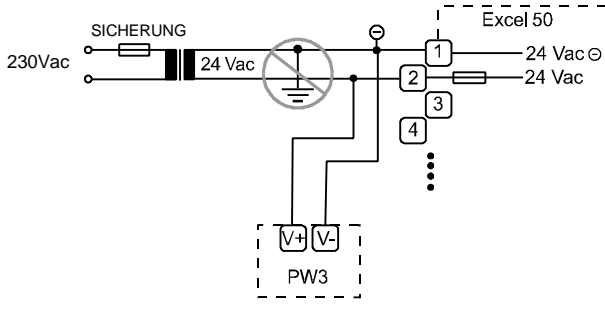

Abb. 58 Anschluss Spannungsversorgung Adapter PW3
4. Der Adapter PW3 benötigt eine 24VAC Versorgungsspannung. Hierzu kann ein gemeinsamer Transformator mit dem Excel 50 verwendet werden. Verbinden Sie den Adapter PW3 über seine Versorgungsklemmen V+ und V- mit der Versorgungsspannung 24VAC, wie in Abb. 58 gezeigt.